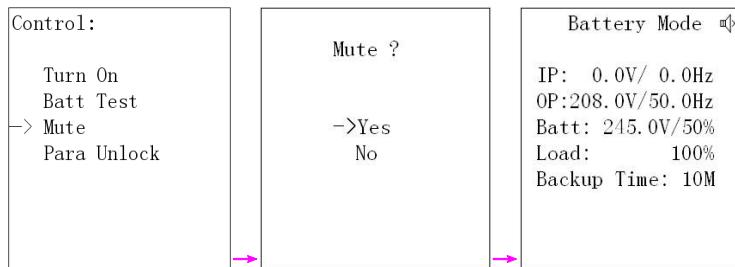

Рисунок 16 – Отключение звуковой сигнализации ИБП
- «Mute» - Выключение звуковой сигнализации ИБП.** Для отключения звуковой сигнализации ИБП при работе в автономном режиме, по встроенной обводной цепи и при неисправности (см. табл. 4) установите курсор напротив значения «Mute», нажмите кнопку «ON/ENTER». В открывшемся окне выберите значение «Yes». После этого на LCD-дисплее отобразится главное окно, в правом верхнем углу отобразится символ отключения звуковой сигнализации (рисунок 16).